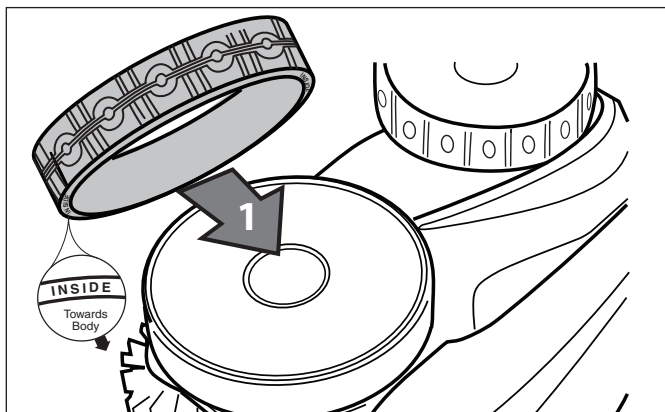

Figure 33. Alignement du pneu de remplacement
3. Pour remplacer le pneu, le positionner sur la roue en s'assurant de l'orienter de manière à ce que le mot **INSIDE** soit face au robot nettoyeur (Figure 33).